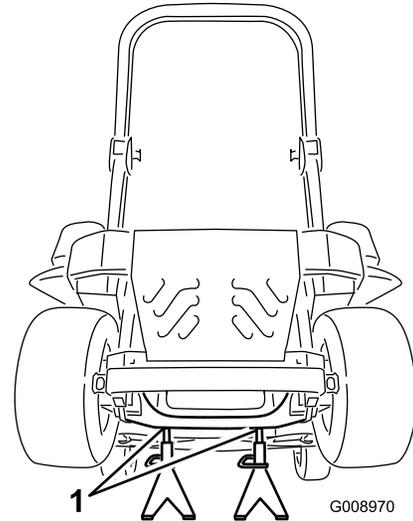

Figura 92
3. Levante la máquina y apóyela sobre gatos fijos (Figura 92).
9. Retire los soportes y baje la máquina (Figura 92).